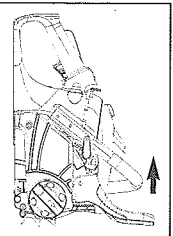

Fig. 3A
2. Assurez-vous que le FREIN À CHAÎNE (CHAIN BRAKE) soit tiré en arrière en position NON EMBRAYÉE (Fig. 3A)